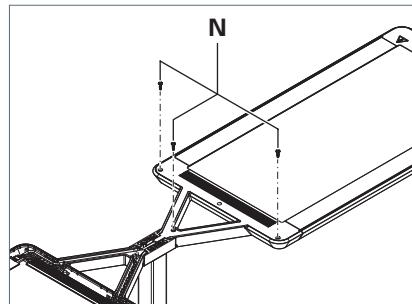

Fig. 20: Abdeckung festschrauben.
- ▶ Schrauben Sie die Abdeckung mit den drei Schrauben **N** fest, siehe Fig. 20.